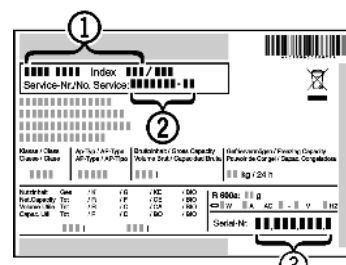

Fig. 56
- ▶ Apparaataanduiding Fig. 56 (1), servicenummer Fig. 56 (2) en serienummer Fig. 56 (3) van het typeplaatje aflezen. Het typeplaatje bevindt zich aan de binnenkant van het apparaat.